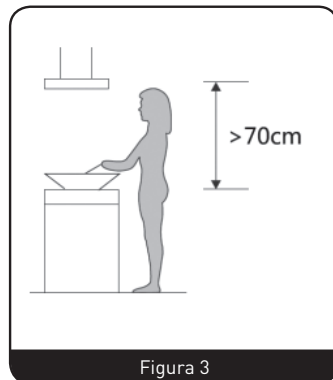

Figura 3
- C. Para garantizar su óptima eficacia de funcionamiento, la campana extractora deberá instalarse a una altura de 70 cm por encima de la superficie de la hornilla o placa de cocción. (Figura 3)